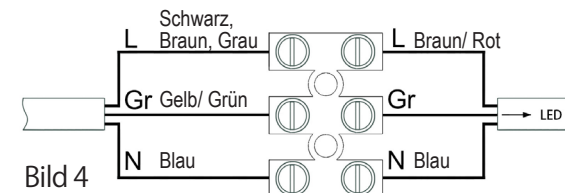

Bild 4
5. Das Kabel lt. Kennzeichnung anschließen (Bild 4). Benutzen Sie hierfür eine wassergeschützte Verteilerdose bzw. ein wassergeschütztes Verbindungssystem.